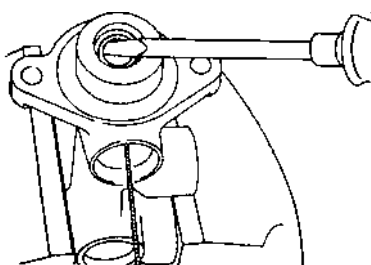

Рис. 7.19.
- извлечь из корпуса ГТЦ с помощью отвертки стопорное кольцо (рис. 7.19);